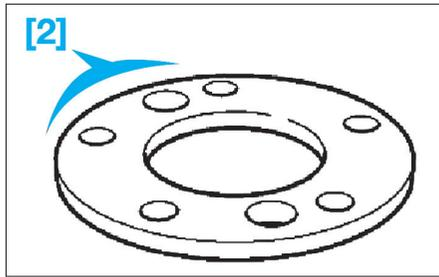

Fig. 53
- [2]. Rondelle d'écartement (réf BMW : 33 2 160) (Fig.53).